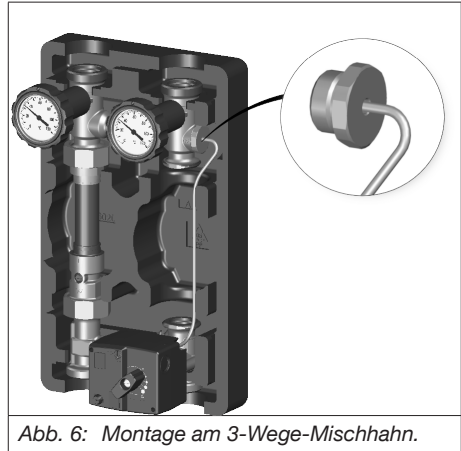

Abb. 6: Montage am 3-Wege-Mischhahn.
8. Stecken Sie den Temperaturfühler in die Temperaturfühler-Aufnahme der Station (siehe Beispiel in Abb. 6 auf Seite 10).